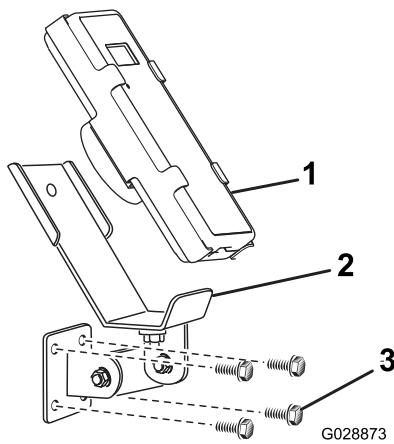
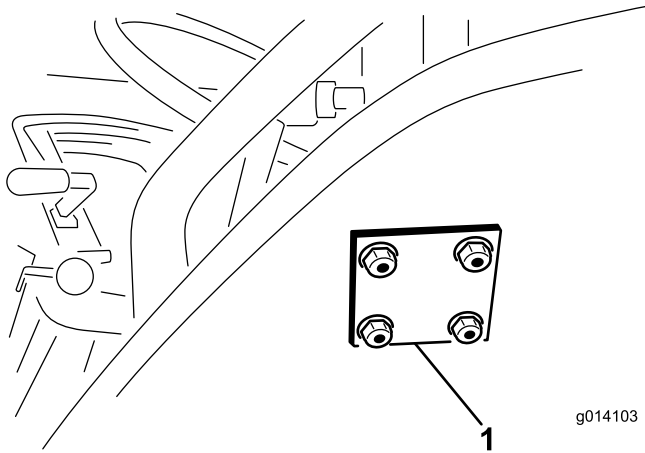

図 14
図 15
3. ブラケットとバックングプレートを取り付けるフランジヘッドボルト 5/16 x 1 1/2" 4本とフランジロックナットを使用する 図 14 と 図 15。